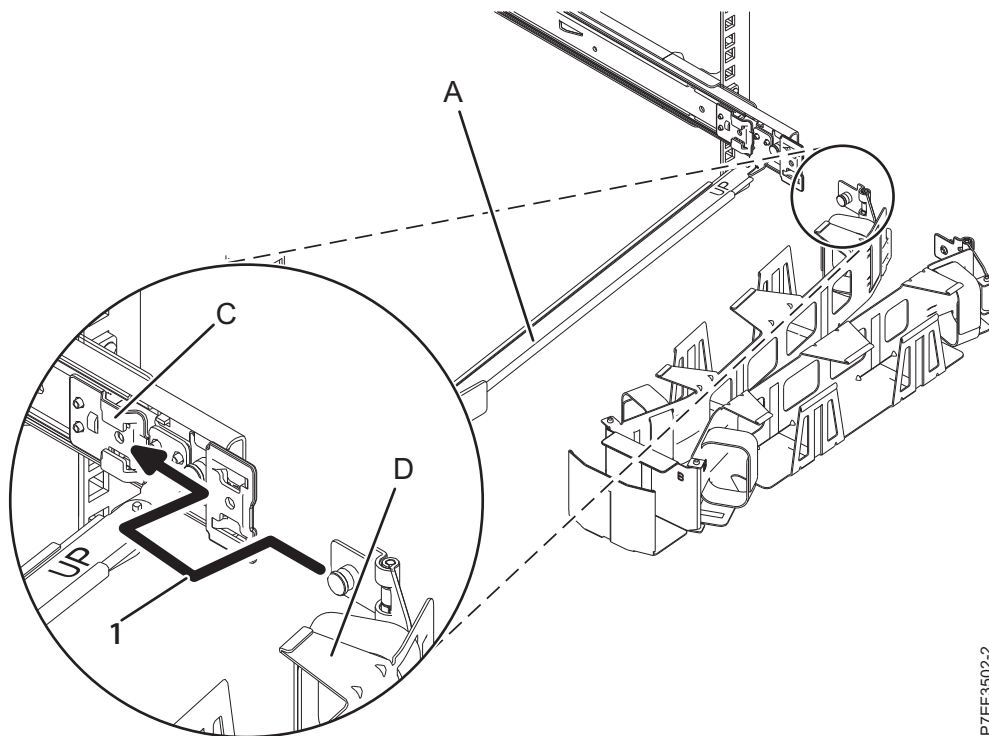
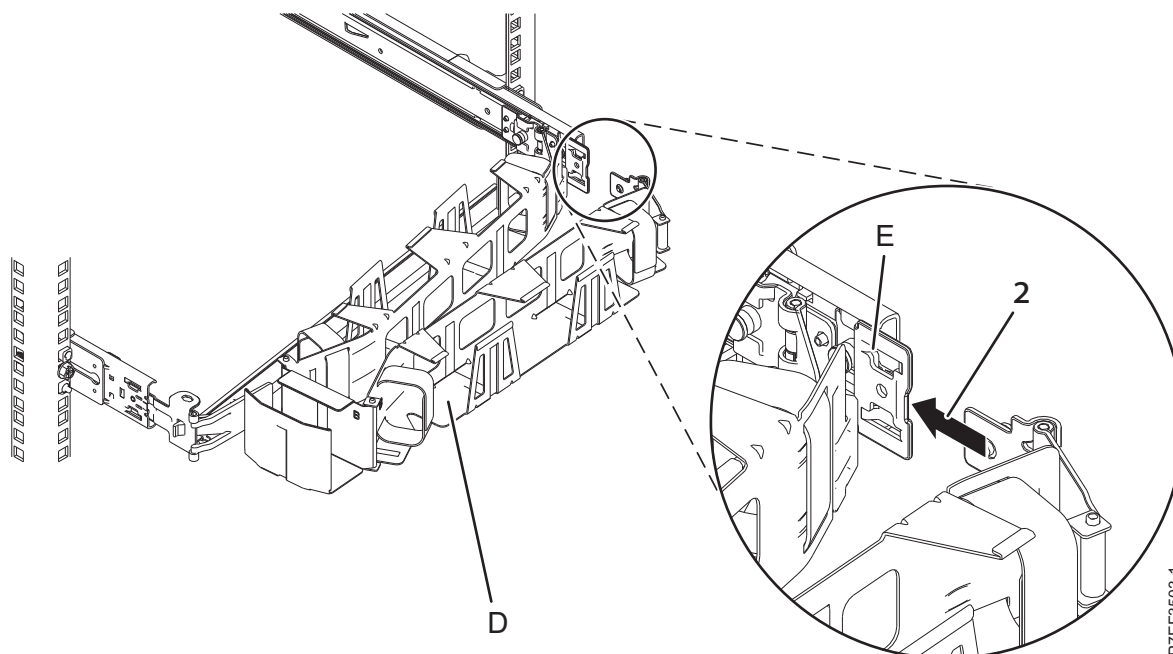

Figura 15. Deslizando a guia do suporte para organização de cabos no slot do suporte de montagem
Figura 16. Deslizando a outra guia do suporte para organização de cabos no suporte de extensão
7. Coloque o suporte para organização de cabos (**D**) no braço do suporte (**A**). Deslize a primeira braço de gerenciamento de cabo guia no slot no suporte de montagem (**C**). Empurre a guia até que a trava com mola se encaixe no lugar. Deslize o outro braço de gerenciamento de cabo guia no suporte de extensão (**E**) no lado externo do trilho deslizante da direita (**2**). Empurre a presilha até que a trava com mola se encaixe no lugar. Para obter detalhes, consulte Figura 15 na página 11 e Figura 16 na página 11.